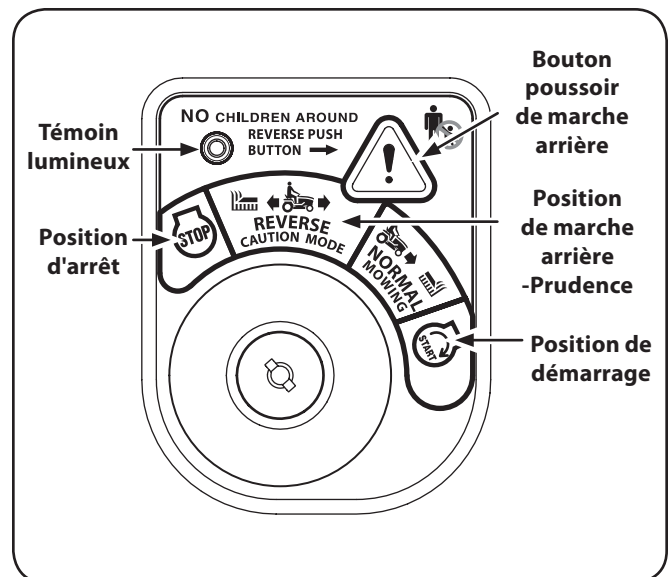

Figure 5-3
2. Tournez la clé de la position NORMAL MOWING (vert) à la position REVERSE CAUTION MODE (jaune) du module d'allumage. Consultez la figure 5-3
3. Appuyez sur le BOUTON POUSSOIR DE RECUL (Orange, bouton) en haut, à droite du module d'allumage. Le témoin lumineux rouge en haut à gauche du module sera ON (allumé) lors de l'activation. Consultez la figure 5-3